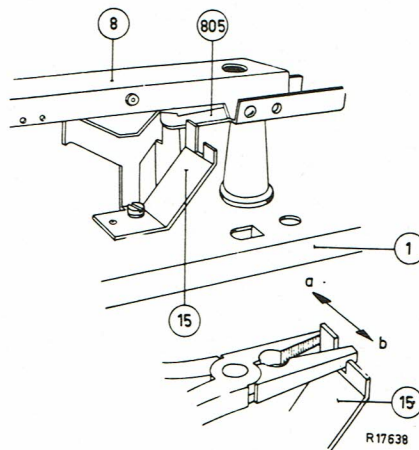

Fig. 5
11. La languette de réglage à l'équerre 15 doit être ajustée de façon à ce que, lorsque le bras de lecture est tourné entièrement vers l'extérieur, celui-ci soit arrêté à un diamètre de 170 mm (voir fig. 5).